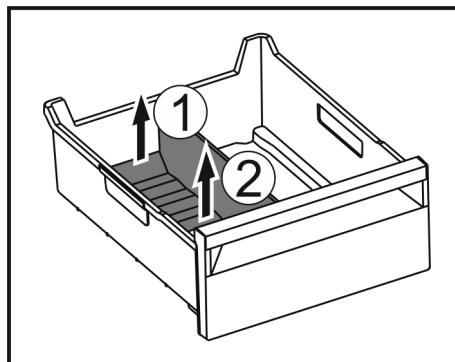

Fig. 114
- ▶ Повдигнете задната част на разделителя на отделението за лед. Fig. 114 (1)
- ▶ Извадете разделителя на отделението за лед нагоре. Fig. 114 (2)